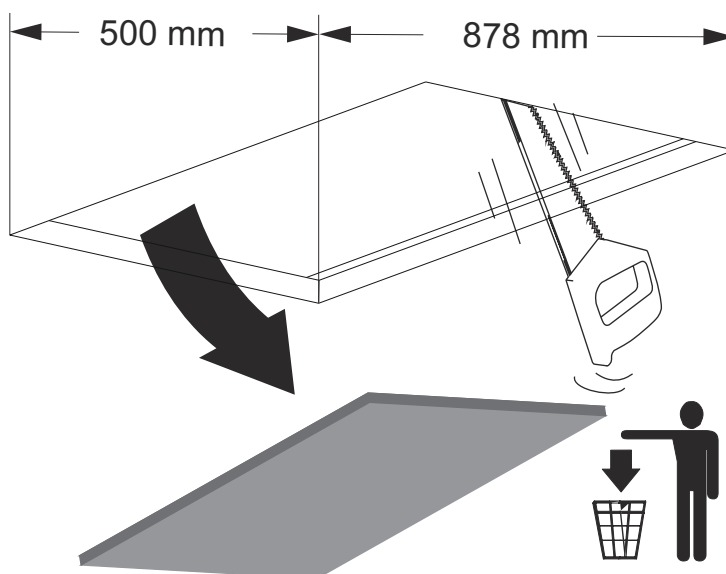

Fig. 18
1. → Loftet eller materialet emhætten monteres i skal skæres med oplyste mål (Fig. 18).